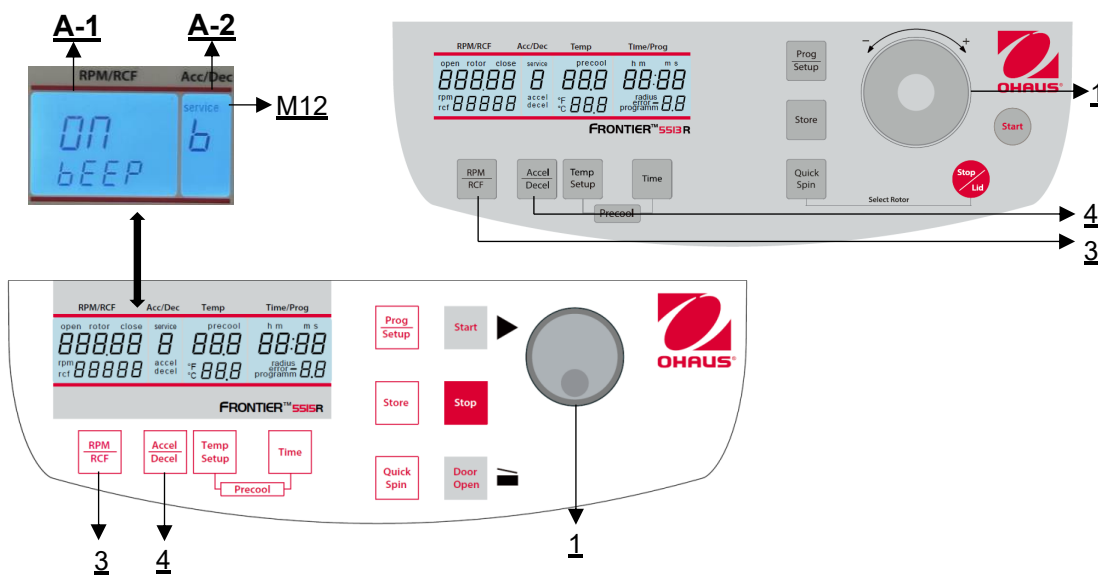

Figure 30
Procéder comme décrit au point 4.1.1 pour entrer dans ce mode de programmation et appuyer ensuite sur la touche **"Accel/Decel"** (4). Sur l'écran **"Acc/Déc"** (A-2), le mot **"Service"** (M12) clignote. Sélectionnez maintenant la lettre **"b"** à l'aide de la molette (1) Le mot **"ON/BEEP"** apparaît alors sur l'écran **"RPM | RCF"** (A-1). Après avoir appuyé sur la **"RPM | RCF"** (3), vous pouvez activer (On) ou désactiver (Off) le son du clavier à l'aide de la molette (1) (**voir figure 30**).